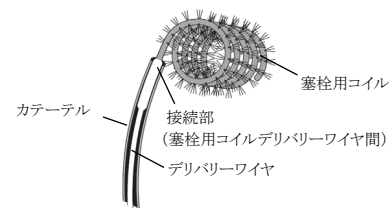

図 3
- ④ ルアロックアダプタを反時計回りに回すことにより、ローディングカートリッジの固定を解除する。
- ⑤ デリバリーワイヤが動かないように、スパイラルホルダに接続されたローディングカートリッジをカテーテルから抜去する。後の手順のため、スパイラルホルダからトルクデバイスを取り外しておく。
- ⑥ エックス線透視下で、塞栓用コイルがカテーテルの先端から完全に突出するまでデリバリーワイヤをゆっくりと進める。この時、塞栓用コイルとデリバリーワイヤの接続部が引き続きカテーテル先端内部に留まっているようにすること（図 3）。